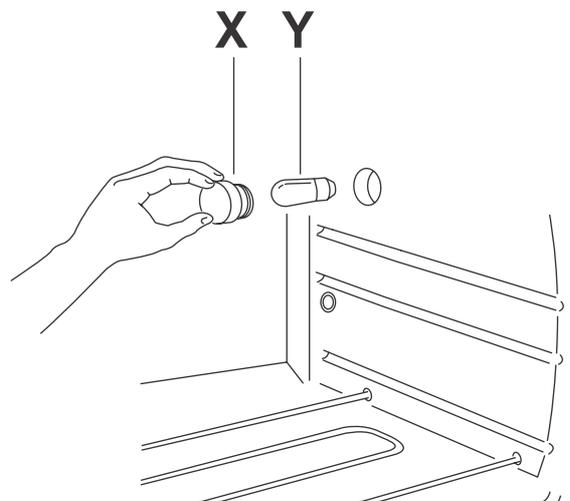

Abb. 12
- das Schutzglas (X) abschrauben, und zwar gegen den Uhrzeigersinn, und die Glühlampe (Y) mit einer ähnlichen ersetzen (siehe Abb. 12). Das Schutzglas (X) wieder anschrauben.